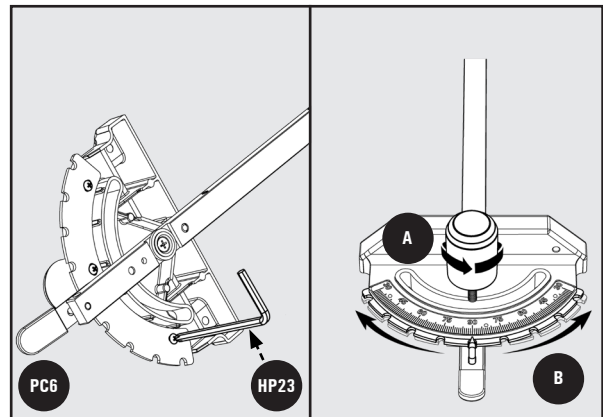

Figure 28
1. Utilisez la Clé Allen 3/16 pouces à double sens Forme L **HP23** pour desserrer les 3 vis Phillip à l'arrière du Guide d'onglets **PC6**, tel qu'indiqué sur la Figure 28.
2. Désserrez le pommeau **A**, comme sur la Figure 28.
3. Ajustez la tôle crantée **B** afin que l'indicateur mesure l'angle correct, comme sur la Figure 28.